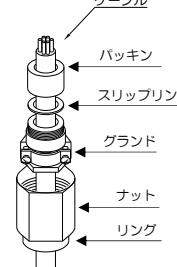

図7
③ ケーブルにナット、リング、グランド、スリップリング、およびパッキンの順に通します。（図 7）